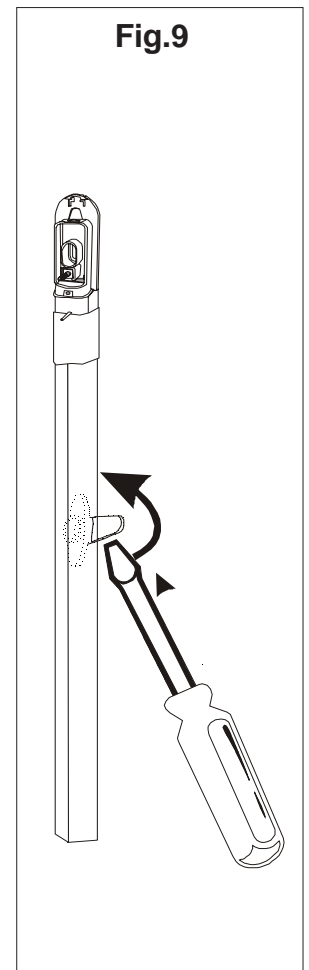

Fig.9
- Pousser avec un tourne-vis les ailettes des blocs intermédiaires en les faisant tourner (fig. 9)